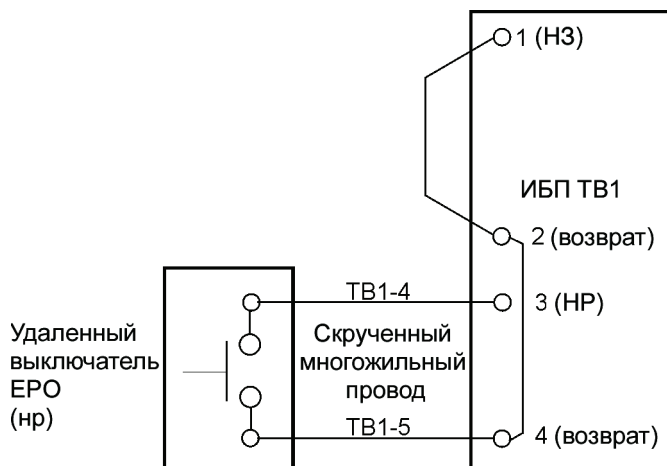

Рис. 4-17. Проводка нормально-разомкнутого удаленного выключателя ЕРО
8. Проложите и подключите проводку как показано на Табл. 4-2 и Рис. 4-17.